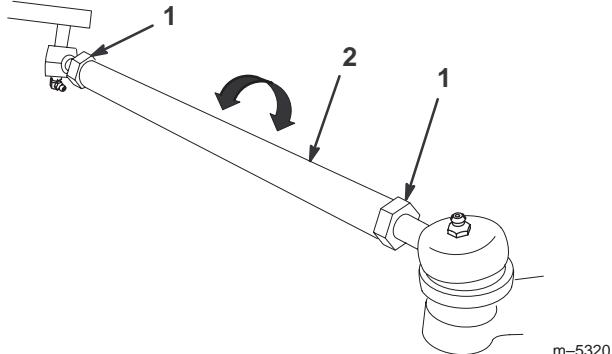

Bild 36
3. Lockern Sie die Klemmmuttern an beiden Seiten der Zugstangen (Bild 36), wenn das Maß außerhalb des angegebenen Bereichs fällt (siehe die Abmessungen und Parameter am Anfang dieses Vorgangs).